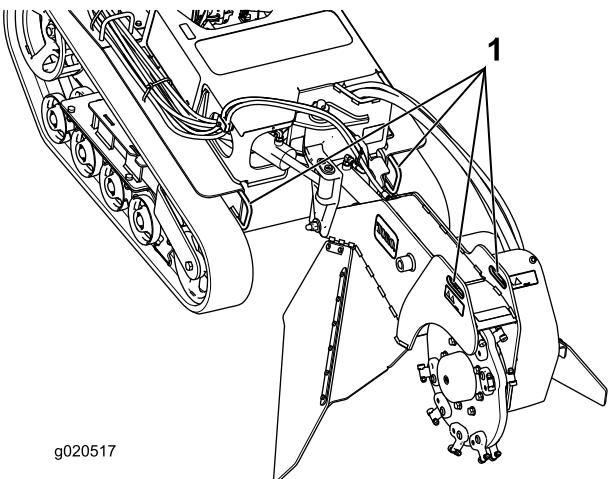
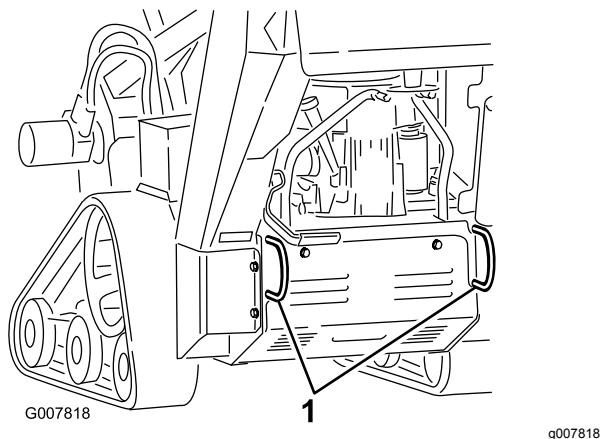

図 21
図 22
- マシンの前後にあるロープ掛けポイントを利用して、ロープやチェーンなど適切なものでトレーラに機体を固定する 図 21 と 図 22。ロープ掛けや積荷固定についてはそれぞれの地域の法令などを順守してください。
ロープ掛けポイントを吊り上げポイントとして利用することができます 図 21 と 図 22。